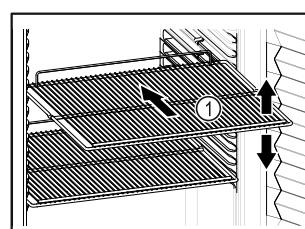

Fig. 58
- Si los estantes se pueden mover *Fig. 58 (1)*, ajústelos según la altura.